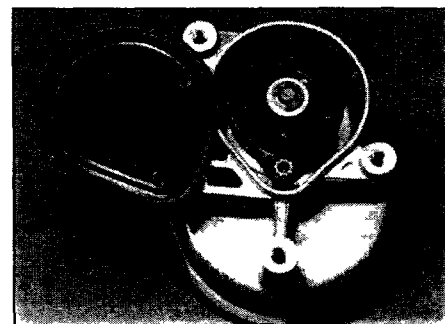

Рис. 6.0 Шаговый мотор - крышка снята, чтобы был виден приводной ремень
- ☐ Снимите кронштейн крепления и снимите крышку для проверки ремня (рис. 6.0). Ремень в запасной части отдельно от мотора не поступает. Заменяется весь мотор.